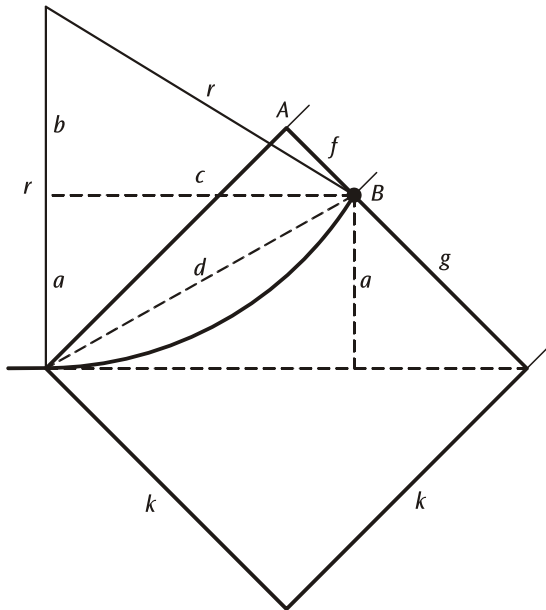

Fig. 4: representação do cálculo do raio de curvatura r do percurso dos elétrons a partir da distância f entre o ponto de saída B e o ponto angular A
b) O raio de curvatura r do feixe de elétrons desviado é determinado na fig. 4 a partir do ponto de saída B.